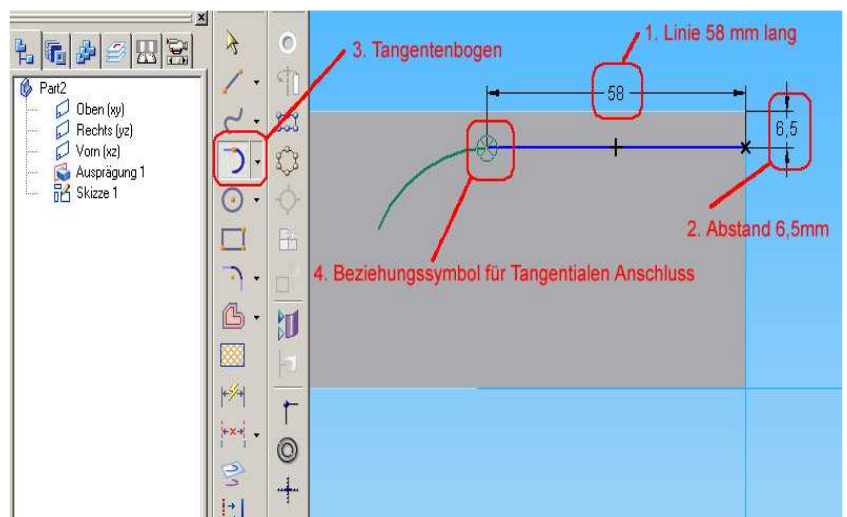

Abb. 20 Zeichnen eines Tangentenbogens
3. Den hinteren Teil des Körpers mit **Ausschnittvergrößerung** vergrößern (Abb. 20).